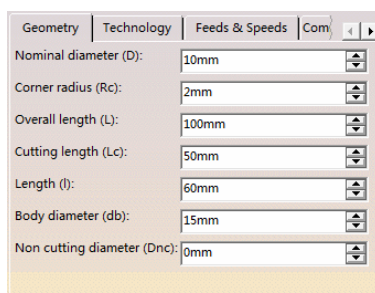

图 4-18 定义刀具参数 (1)
● 单击“More”按钮，单击“Geometry”选项卡，定义刀具参数 (1) 如图 4-18 所示。